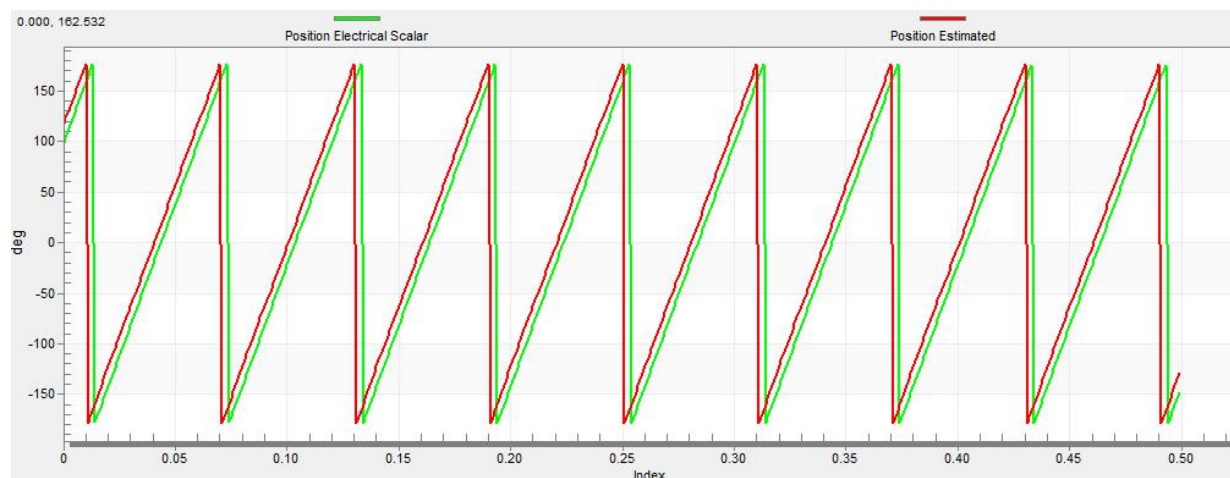

图24. 生成与估计的位置
- 选择“Position（位置）”记录器以检查观测器功能。为了使反电动势位置和速度观测器正常工作，“Position Electrical Scalar（位置电子标量）”和“Position Estimated（预计位置）”之间的差异应最小（见图24）。位置差取决于电动机负载。负载越高，负载角度导致的位置之间的差异越大。